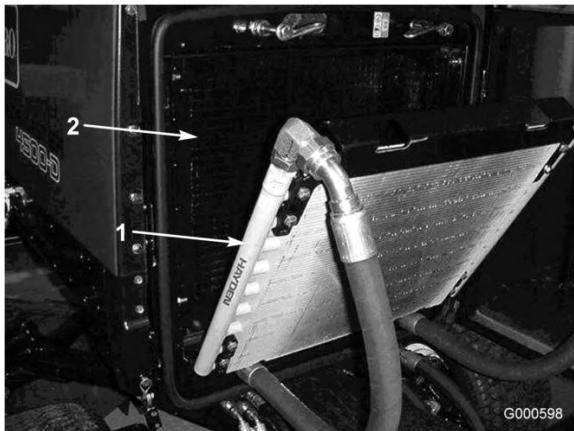

Figura 53
- Incline o refrigerador de óleo para trás. Limpe ambos os lados do refrigerador do óleo e a zona do radiador (Figura 53) com ar comprimido. Comece a partir da parte frontal e sopre os detritos para fora na direcção da parte posterior. Depois, limpe a partir da parte posterior e sopre na direcção da parte frontal. Repita o procedimento várias vezes até remover toda a sujidade e detritos